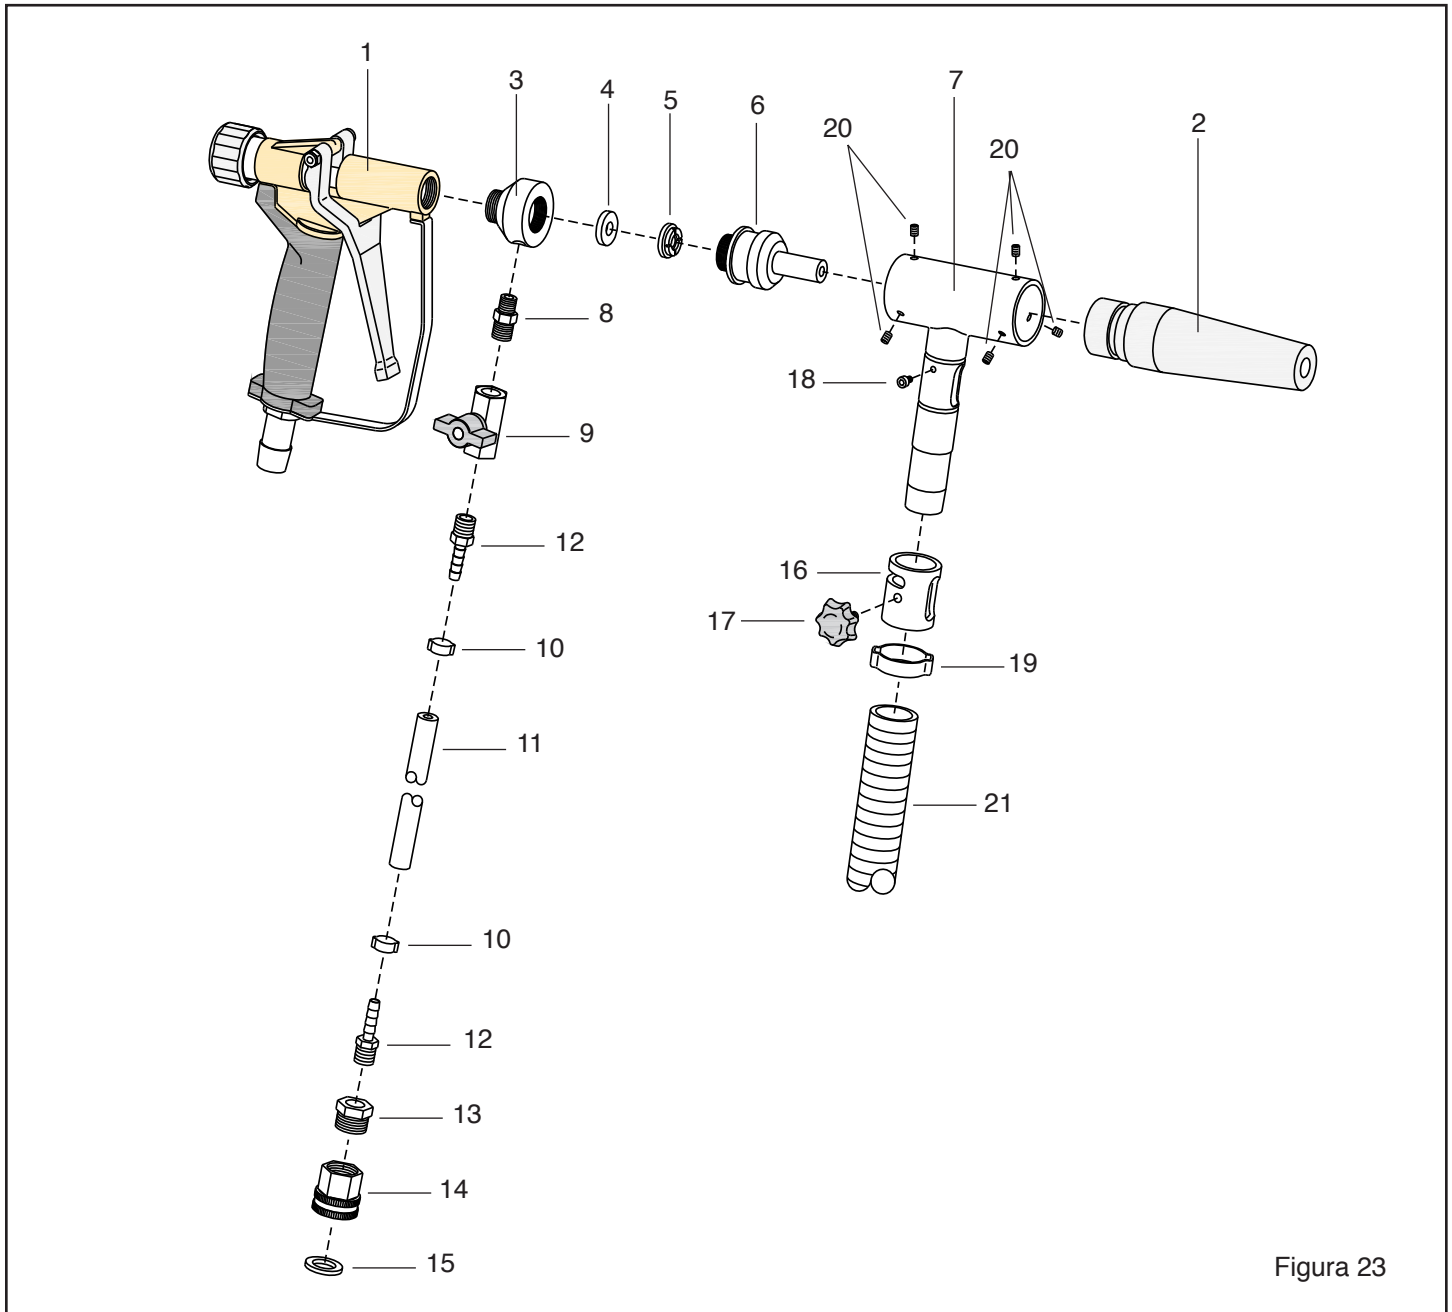

Figura 23
Refiérase a la Sección 9.5, Figura 23 para renglones adicionales utilizados con el Modelo H₂O.
9.5 Pistola de Chorreado, Mod. H20 - Figura 23